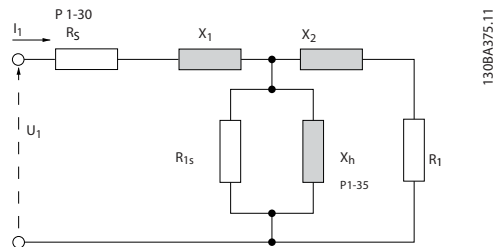

Abbildung 3.4 Ersatzschaltbild eines Asynchronmotors
3. Verwenden Sie die Werkseinstellung für X 1 . Der Frequenzumrichter ermittelt anhand der Motor-Typenschilddaten automatisch einen Standardwert.  Siehe Abbildung 3.4.